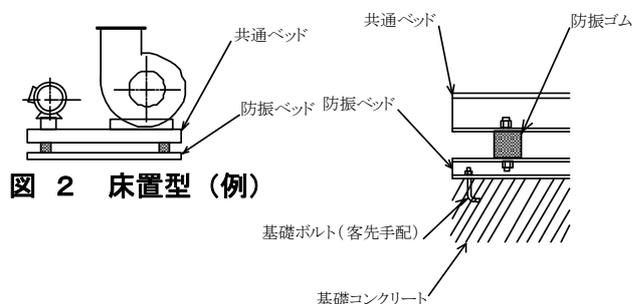

図 2 床置型 (例)
(1) 床置型
- ① 十分な強度をもつコンクリート基礎に基礎ボルト（客先手配）をしっかりと埋め込み、防振ベッド（または共通ベッド）を水平に固定してください。(図2)